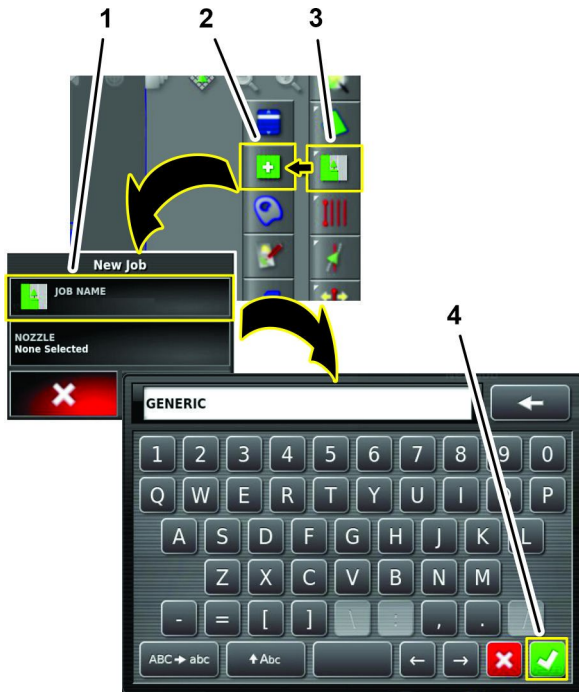

Bild 159
1. Tippen Sie auf das Job-Menü und tippen Sie auf das Symbol NEUEN JOB ERSTELLEN (Bild 159).
2. Verwenden Sie die Bildschirmtastatur, um den Namen des grundlegenden Job einzugeben, und tippen Sie auf das Bestätigen-Symbol (Bild 159).